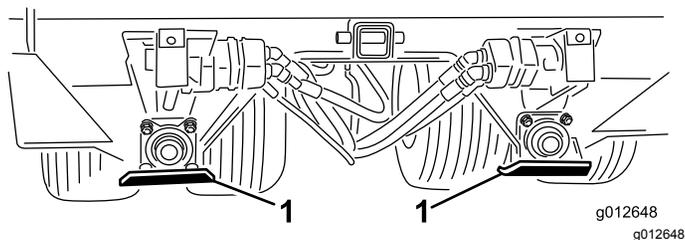

Рисунок 8
1. Расположите полозья, как показано на Рисунок 8.